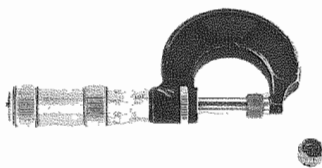

Fig. 8
- Estrarre i bicchierini comando valvole con l'aiuto di una calamita. Asportare le pastiglie di regolazione del gioco e controllarne con un micrometro lo spessore (Fig. 8).
- Take out, with the help of a magnet, valve control bowls. Remove clearance adjustment pads and check their thickness with a micrometer gauge (Fig. 8).